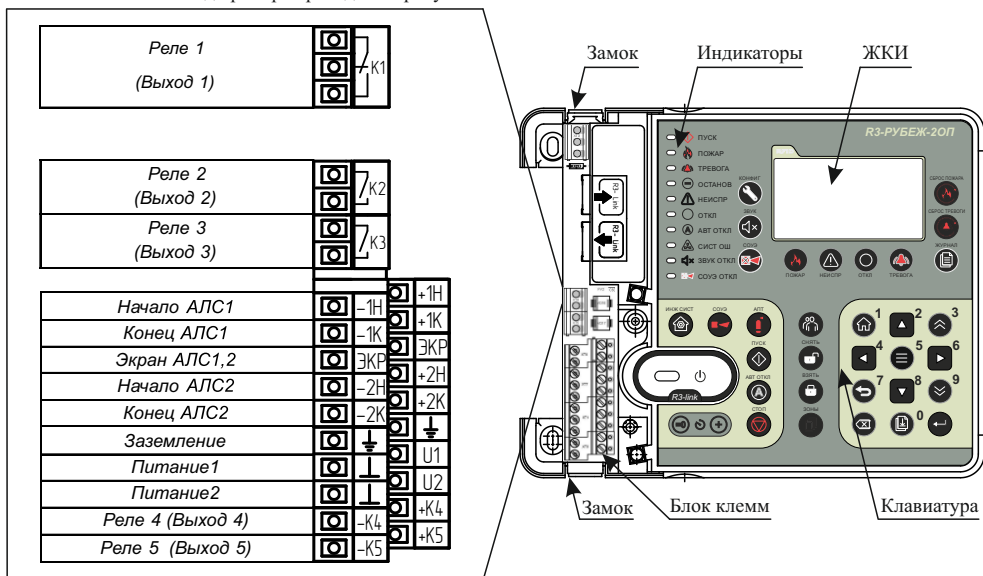

Рисунок 1 – Внешний вид прибора
1.4.4 В приборе имеется одно переключающееся реле (Выход 1), два нормально-разомкнутых контакта реле (Выход 2, Выход 3) и два выхода с контролем целостности цепей (Выход 4, Выход 5) (рисунок 1). Настройка логики включения производится с помощью приложения «Администратор» ПО FireSec.